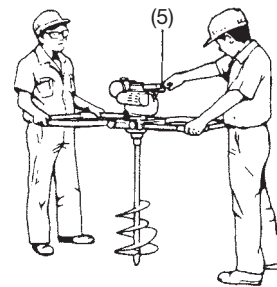

Fig. 5
- 5) O operador do lado do cabo de arranque deve puxar com força do cabo de arranque. Tenha o cuidado de manter o manípulo firmemente na mão e não deixá-lo voltar para trás. (Fig. 5)